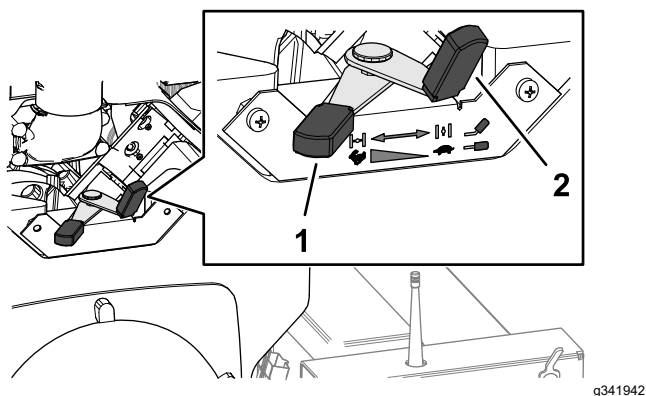

Figura 15
2. Si el motor está frío, mueva la palanca del estérter (Figura 15) a la posición de ACTIVADO.
3. Mueva la palanca del acelerador (**Figura 15**) a un punto intermedio entre las posiciones de Lento y Rápido.